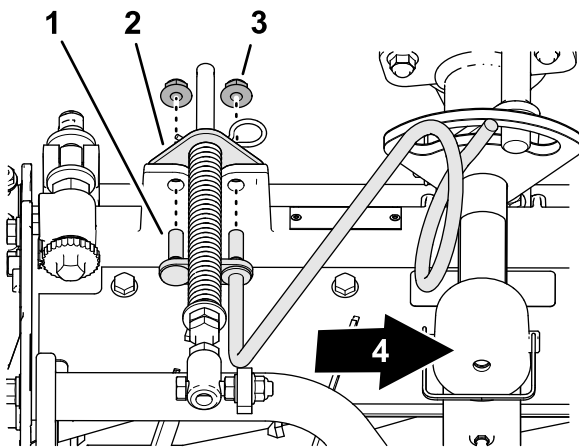

図 14
- 3. 右側ホースガイドのスタッドを、カッティングユニットのフレームの穴とターフ補正器の穴に合わせて取り付ける 図 14。